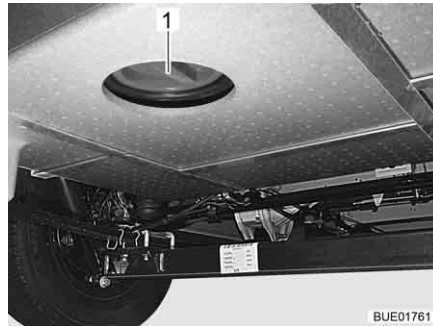

Bild 178 Reinigungöffnung Abwassertank
- Reinigungsöffnung (Bild 178,1) am Abwassertank und Ablasshahn öffnen.